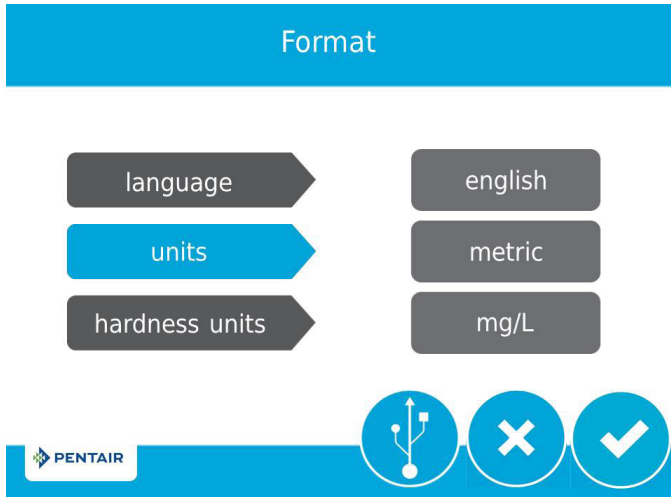

Figura 4 Pantalla Format
1. Después de enchufar la unidad, aparece la pantalla de Format (Formato) (Figura 4).